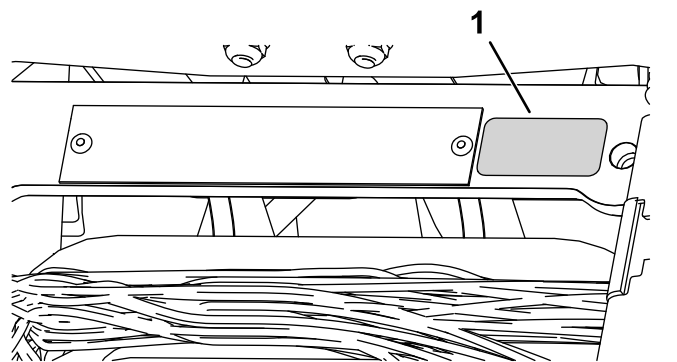

Рисунок 10
- Приклейте наклейку, указывающую год выпуска, рядом с табличкой с серийным номером (Рисунок 10).